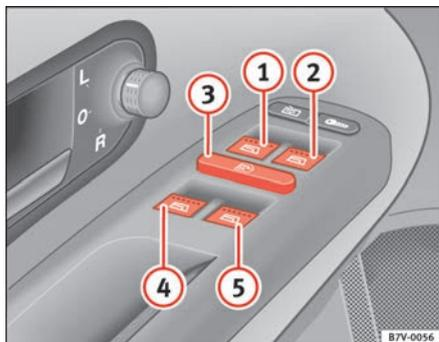

Fig. 64 Dettaglio porta del conducente: comandi degli alzacristalli anteriori e posteriori
- Premere il tasto ⇒ fig. 64 ①, ②, ④ o ⑤ per aprire il relativo finestrino.
Mediante l'interruttore di sicurezza ⇒ fig. 64 ③ posto sulla porta del conducente si possono disattivare gli alzacristalli delle porte posteriori.
La funzione di apertura e chiusura automatica degli alzacristalli elettrici può essere controllata soltanto attraverso i comandi situati nella porta del conducente. I tasti ⇒ pag. 107, fig. 64  e  hanno due livelli per l'apertura e due per la chiusura dei finestrini. In questo modo è più facile eseguire le operazioni di apertura e chiusura.